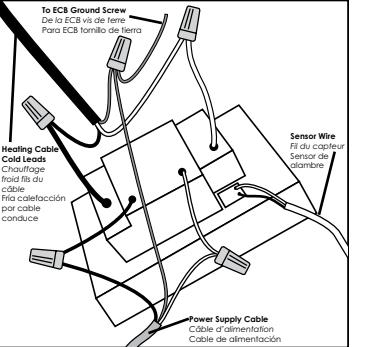
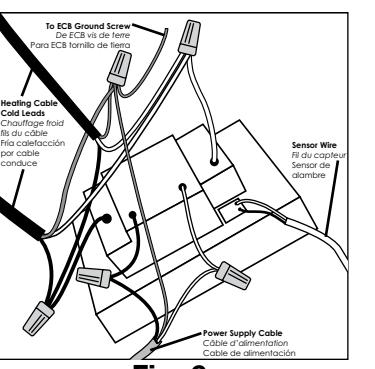

Fig. 5
Fig. 6
- Prepare each heating cable/cold lead for connection/splicing and connection per Figure 5 or Figure 6, as applicable.
- Prepare the sensor wire per Figure 5 or Figure 6, as applicable. Use screwdriver for connection to the sensor wire connections (black and white wires) to corresponding BLK and WHT terminals.
- Préparer chaque câble chauffant et chaque conducteur froid en vue de son raccordement ou de son épissure et procéder conformément à la figure 5 ou 6, selon le cas.
- Préparez le fil détecteur en vous reportant à la figure 5 ou 6, selon le cas. Utilisez un tournevis pour raccorder le fil détecteur (fil noir et fil blanc) aux bornes de raccordement correspondantes BLK (noir) et WHT (blanc).